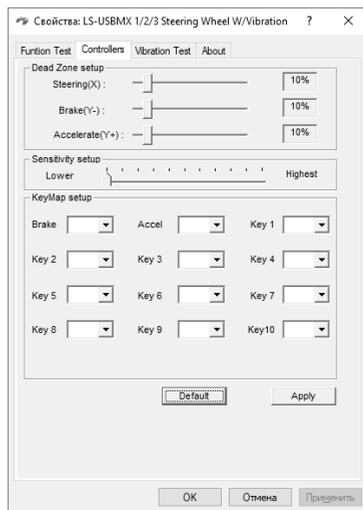

Рис. 8
- Выберите вкладку «Controllers» для настройки осей и клавиш (рис. 8). Настройка осей и клавиш (не поддерживается ОС Vista 64)
а) настройка Dead Zone setup («мертвой зоны»): манипулятор не будет реагировать на незначительное нажатие на педали газа (Accelerate Y+) и торможения (Brake Y-) и повороты руля (Steering X), поэтому нужно установить необходимые поправки (рис. 8);
- настройка Sensitivity setup (чувствительности): чем выше установлена чувствительность, тем быстрее и оперативнее будет реакция манипулятора на нажатие педалей и повороты руля, поэтому нужно установить необходимые установки – в пределах от Lower (низкого) до Highest (см. рис. 8);
- разделе KeyMap Setup можно перепрограммировать значение клавиш: для этого напротив обозначения клавиши необходимо выбрать нужное значение (см. рис. 8);